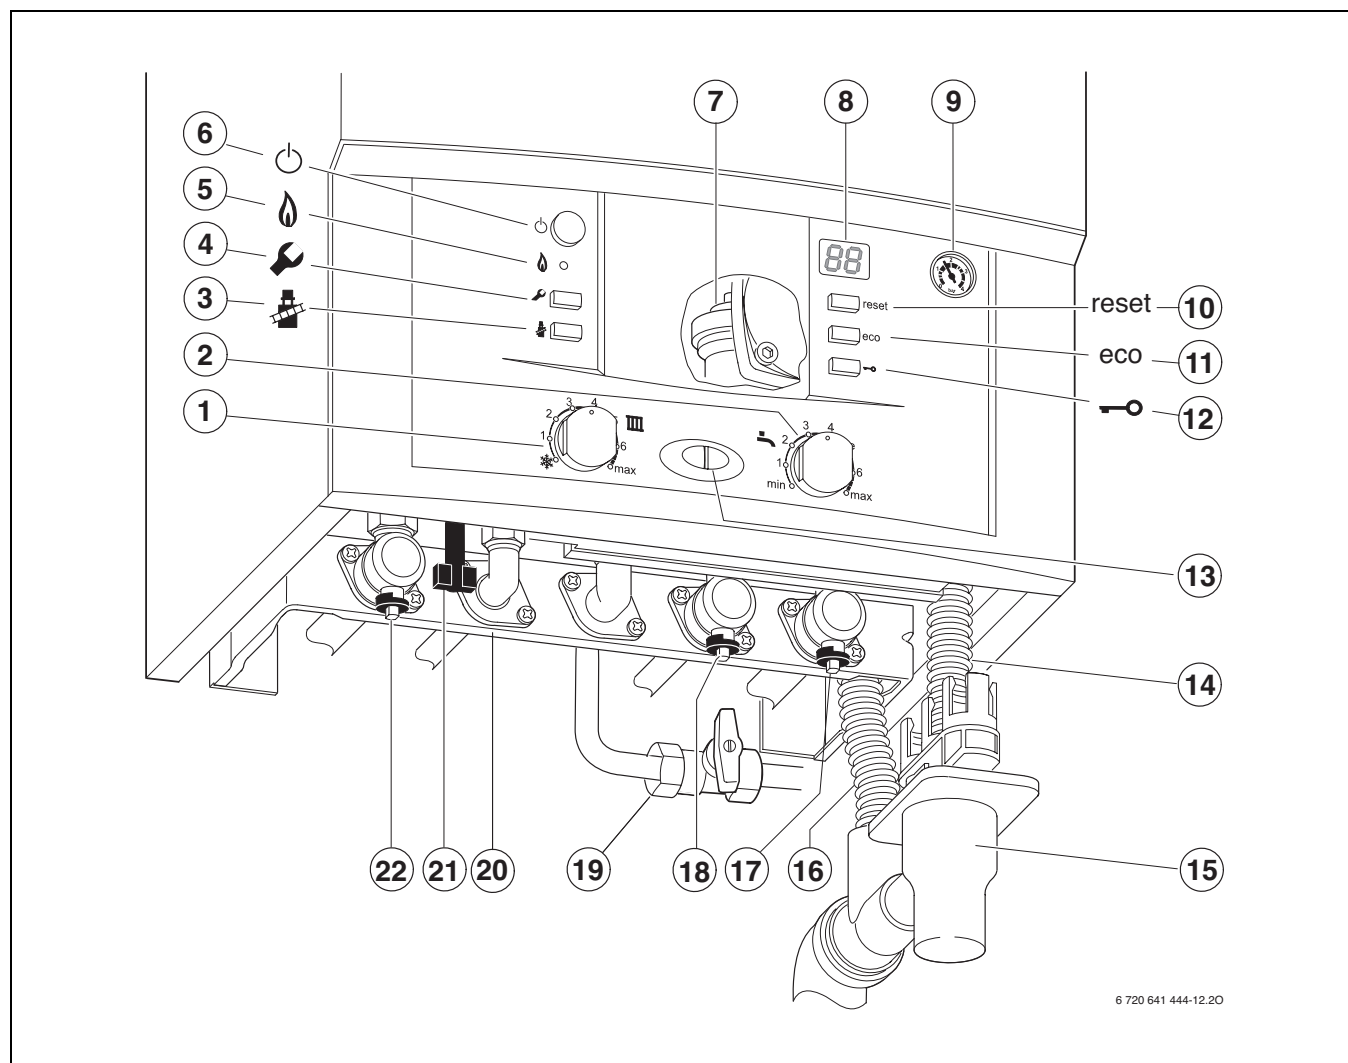

Fig. 27
- ▶ Abrir a válvula de água fria (→ fig. 27, [18]).
- ▶ Abrir a válvula de retorno do aquecimento e a válvula de avanço do aquecimento (→ fig. 27, [22] e [17]), encher o sistema de aquecimento a 1 -2 bar e fechar a torneira de enchimento.
- ▶ Abrir a válvula de gás (→ fig. 27, [19]).
- ▶ Abrir o purgador automático (→ fig. 27, [7]) e voltar a fechar após a purga.